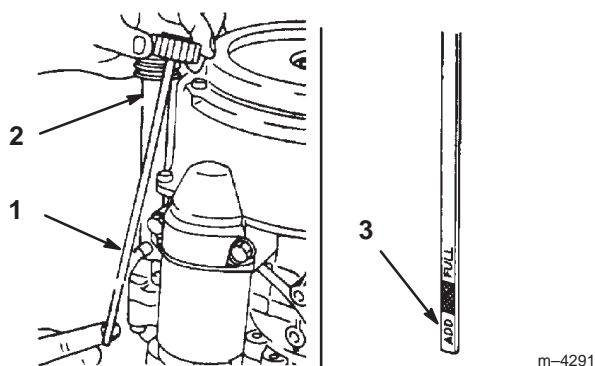

Figure 34
2. Nettoyez la surface autour de la jauge d'huile (Fig. 34) pour éviter que des impuretés s'introduisent dans le goulot de remplissage, ce qui risquerait d'endommager le moteur.
3. Dévissez la jauge d'huile et essuyez soigneusement l'extrémité (Fig. 34).
4. Remettez la jauge complètement dans le tube de remplissage sans la visser (Fig. 34). Sortez de nouveau la jauge et examinez l'extrémité. Si le niveau est bas, versez lentement une quantité suffisante d'huile dans le goulot de remplissage pour amener le niveau au repère du plein (*FULL*).
6. Versez lentement environ 80% de la quantité d'huile spécifiée à la page 32 dans le goulot de remplissage (Fig. 34). Vérifiez le niveau d'huile (voir Contrôle du niveau d'huile moteur, page 32). Faites l'appoint avec précaution pour amener le niveau au repère du plein.